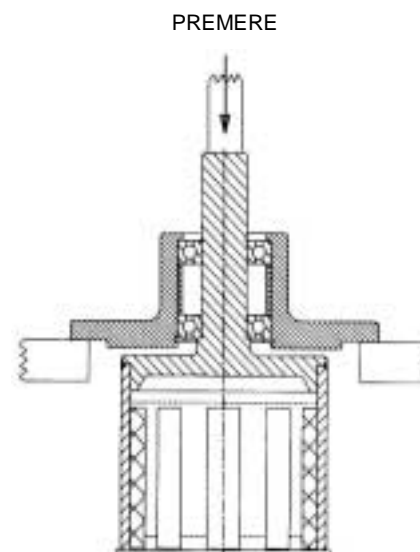

FIGURA 13
2. Rimuovere dall'albero l'anello di bloccaggio esterno, mettere l'unità nella pressa e spingere fuori l'albero come mostrato in **Figura 13**. Sostenere l'estremità del magnete esterno per evitare che possa cadere ed eventualmente danneggiarsi.